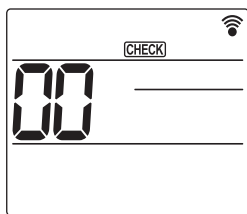

Fig. 7-9
- ① Active la unidad al menos 12 horas antes de realizar una prueba de funcionamiento.
- ② Pulse el botón **MENU** durante 5 segundos. (Fig. 7-9)